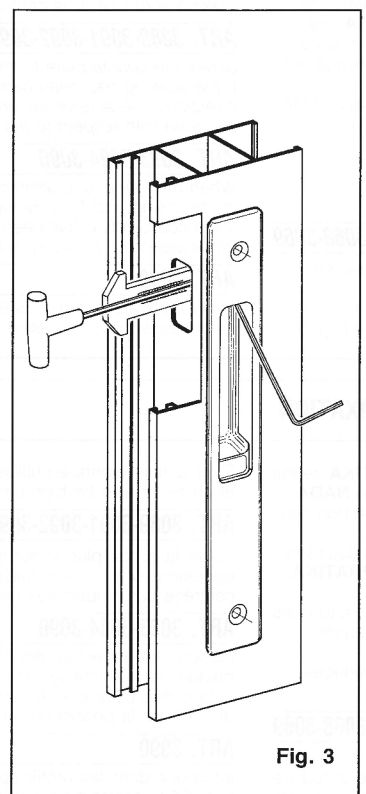

Fig. 3
- Introdurre il nasello nell'apposito alloggiamento avendo cura di orientarlo con la dentatura verso la parte di comando. Accostare la vite di registro (A) avvitando per alcuni giri il grano di bloccaggio (B). Operare sulla vite di registro (A) per una regolazione micrometrica di chiusura della maniglia (fig. 3) (ad ogni rotazione di 360° della chiave corrisponde una escursione di mm 1
- Insert the nib in the proper housing having care of orientate it with the tothing towards the control side. Approach the adjusting screw (A) and screw the stop dowel (B). Operate on the adjusting screw (A) to get a micrometric adjustment of the handle (Fig. 3) (each 360 degree-rotation of the key corresponds to an excursion of mm. 1 from the nib). Then fix the nib acting on the dowel (B) (Fig. 3).
- Introduire le crochet dans son logement en veillant à l'orienter pour que la denture se trouve vers la partie de commande. Rapprocher la vis de réglage (A) en vissant de quelques tours la vis de blocage (B). Faire tourner la vis de réglage (A) pour un réglage micrométrique de fermeture de la poignée (fig. 3) (à chaque rotation de 360° de la clé correspond
- Introducir el pestillo en el lugar apropiado teniendo cuidado de orientarlo con los dientes hacia la parte de comando. Acercar el tornillo de registro (A) dando algunas vueltas al prisionero de bloqueo (B). Actuar sobre el tornillo de registro (A) para una regulación milimétrica de cierre del tirador. (fig. 3) (a cada giro de 360° de la llave corresponde una
del nasello). Quindi fissare il nasello agendo sul grano di bloccaggio (B) (fig. 3).
une course de 1 mm de la crochet). Fixer ensuite le crochet en utilisant la vis de blocage (B) (fig. 3).
incursión de 1 mm. del pestillo). Fijar entonces el pestillo apretando el prisionero de bloqueo (B) (Fig. 3).